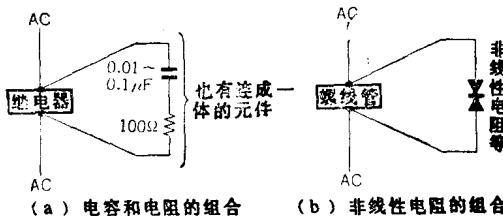

图1-7 交流电路的火花抑制器
**交流电路的场合** 与直流电路的情况相同，如图1-7那样，在离发生源尽可能近的地方并联连接 $R$ 和 $C$ ，或者非线性电阻等浪涌抑制器。